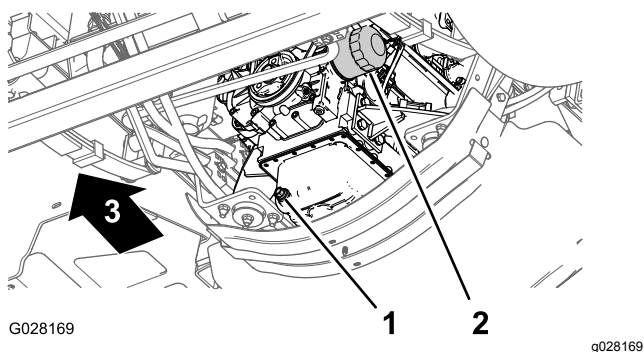

Bild 71
3. Fluchten Sie eine Auffangwanne unter dem Motorölfilter aus (Bild 71).
4. Entfernen Sie den alten Ölfilter (Bild 71).
8. Setzen Sie den Ölfilter in den Filteradapter ein und drehen Sie den Ölfilter nach rechts, bis die Gummidichtung den Filteradapter berührt. Ziehen Sie den Filter dann um eine weitere halbe Umdrehung an (Bild 71).
1. Stellen Sie eine Auffangwanne unter die Ablassschraube (Bild 71).
2. Nehmen Sie die Ablassschraube (Bild 71) ab und lassen Sie das Öl vollständig ablaufen.